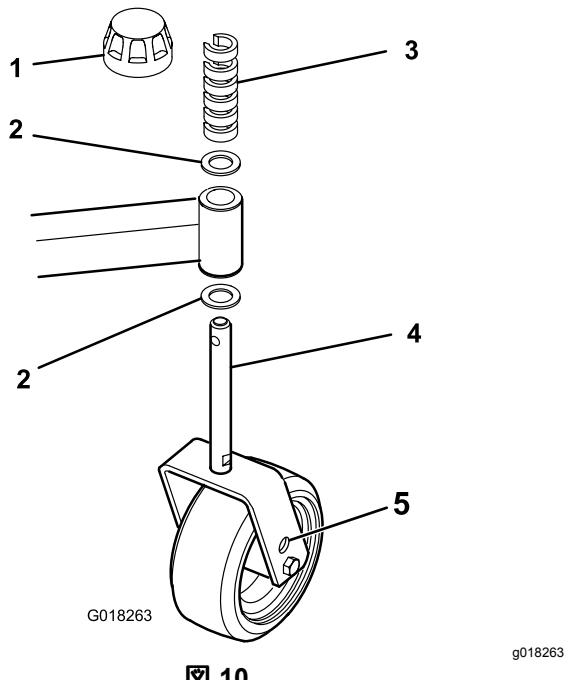

図 10
2. キャスタホイールのアクスルをキャスタフォークの上穴または下穴にセット全部のキャスタフォークで同じ穴に統一する。セッティング用の穴の選択については図 8、図 9 および図 10 を参照のこと。
1. スピンドルシャフトからテンショニングキャップを外す図10。